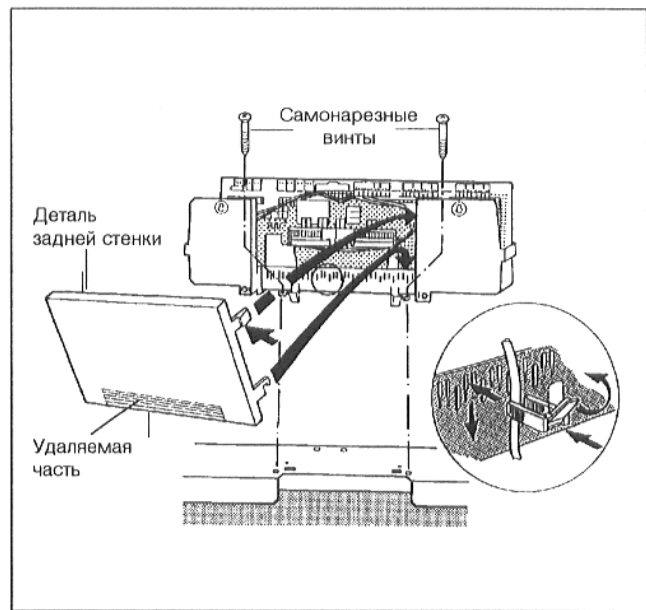

Рис. 25
- Привинтить цоколь устройства регулирования внутри справа и слева в кабельном проходе с помощью 2 самонарезных винтов к переднему кожуху котла (Рис. 25).
**Указание:** При необходимости выломать удаляемую часть в детали задней стенки (Рис. 25).
- Скобы крепления кабеля с вложенным в них присоединительным кабелем вставить в зажимной каркас и закрепить кабель, повернув рычаг (Рис. 25).
- Вставить оба нижних крюка справа и слева на детали задней стенки шлицом в верхнюю кромку зажимного каркаса (Рис. 25).
- Слегка прижать оба верхних эластичных вставных крюка внутрь (стрелка) и вставить деталь задней стенки таким образом, чтобы обеспечить фиксацию обоих крюков (Рис. 25).